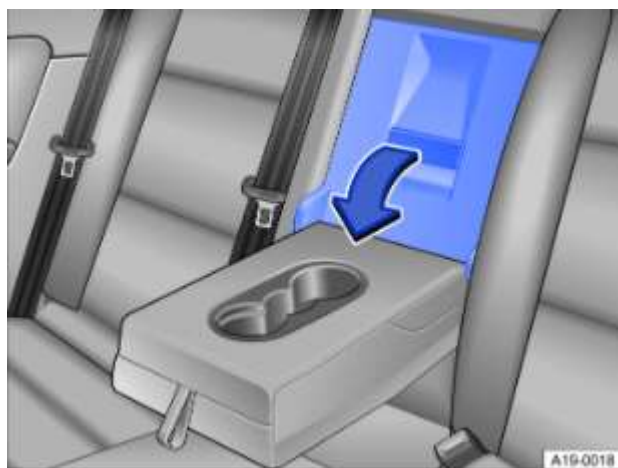

Fig. 149 Dans le dossier de banquette arrière : ouverture de la trappe de chargement
- Ouverture de la trappe de chargement depuis l'habitacle : tirez le levier de déverrouillage dans le sens de la flèche → Fig. 149 et rabattez complètement le couvercle de la trappe de chargement vers l'avant → Trappe de chargement.